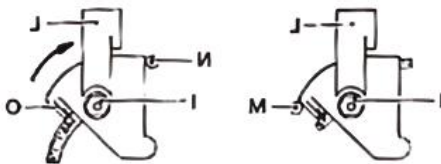

Abb.: 1 Abb.: 2
- Setzen Sie die Schutzhülle A wieder ein und achten Sie dabei darauf, die Klinge zwischen die Riemen des Schutzes S einzuführen (siehe Abb. 1).